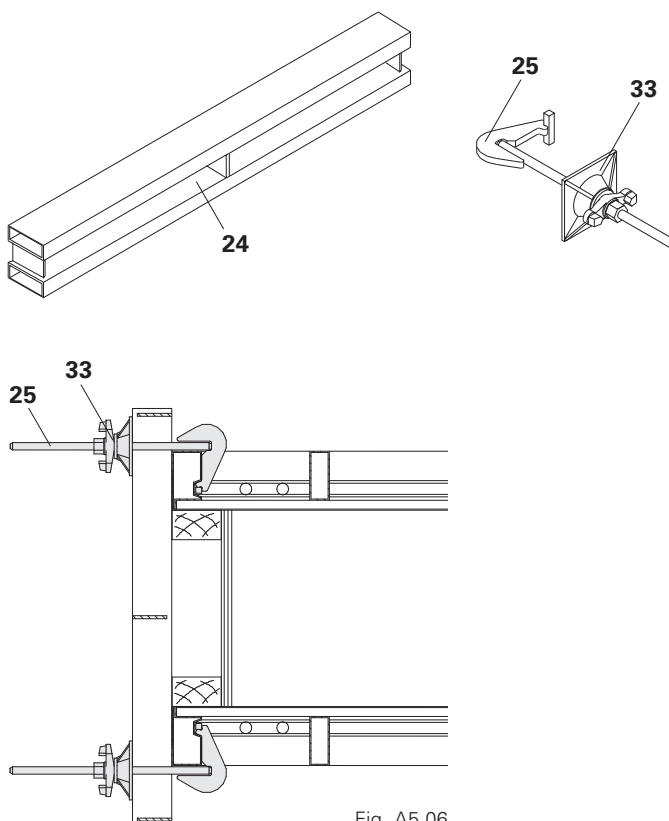

Fig. A5.06
1. Inserire il tenditore TS (25) nel corrente TRIO 85 (24) e agganciare ai profili del telaio degli elementi.
2. Serrare con l'aiuto della piastra orientabile (33).
- (Fig. A5.06)